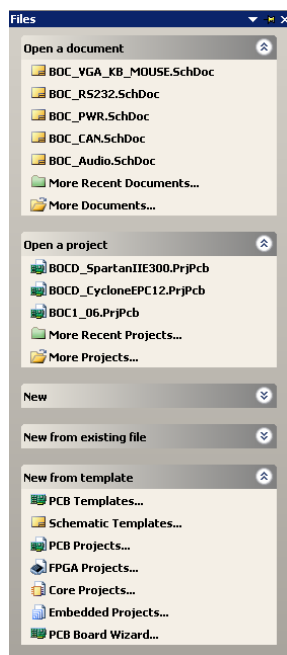

图 7.17 “Files”工作面板
(1) 启动 Altium Designer，单击工作区左侧的“Files”工作面板标签，打开如图 7.17 所示的“Files”工作面板。